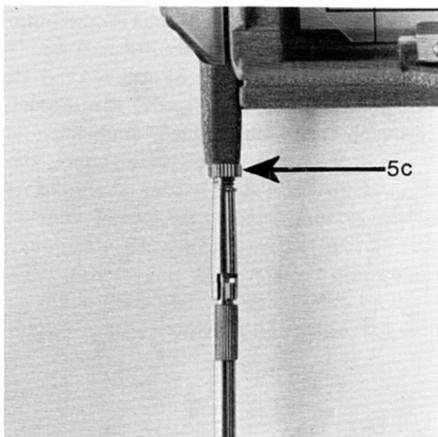

Fig. 7
- Commencer à visser l'autre extrémité, munie du raccord à baïonnette, dans le cadre postérieur de l'appareil (fig. 7).
- Régler la longueur du câble à l'aide de l'écrou moleté 5c (fig. 7) du raccord à baïonnette, de telle sorte que l'arête supérieure du levier 1b de l'obturateur se trouve entre les deux marques rouges 5b. Le réglage est ainsi terminé. Bien serrer l'écrou 5c. Retirer le châssis du cadre.